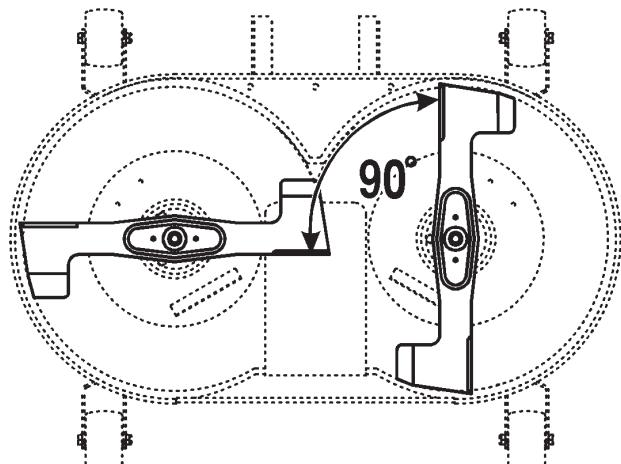

Figure 38
- Placez les lames à 90 degrés l'une de l'autre (Fig. 38).